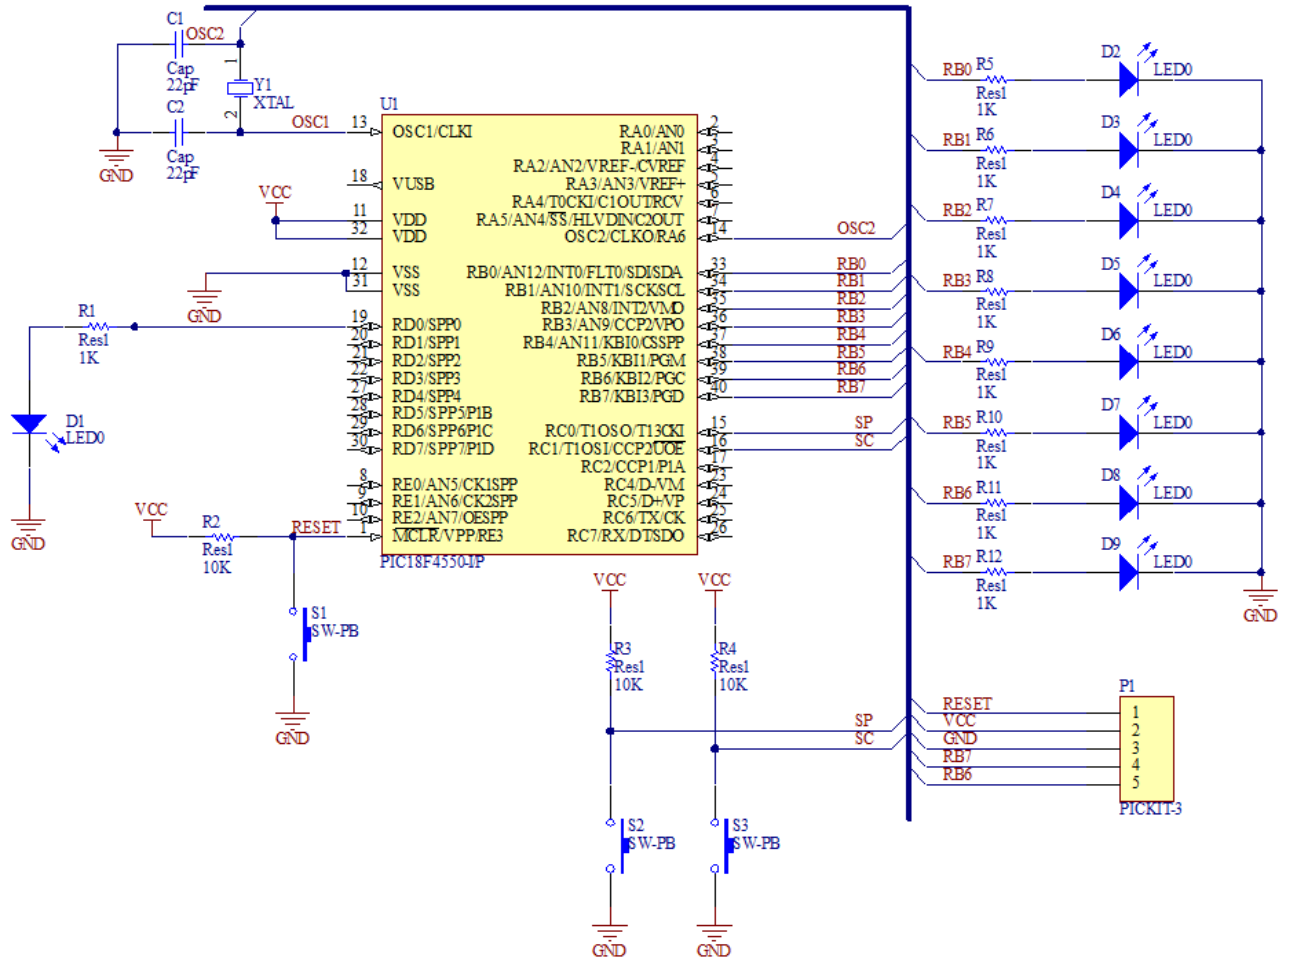

Figura 1.1: Circuito para manejo de Temporizador e Interrupciones: PIC18F4550
1. Implemente el circuito de la figura 1.1 en un project board.